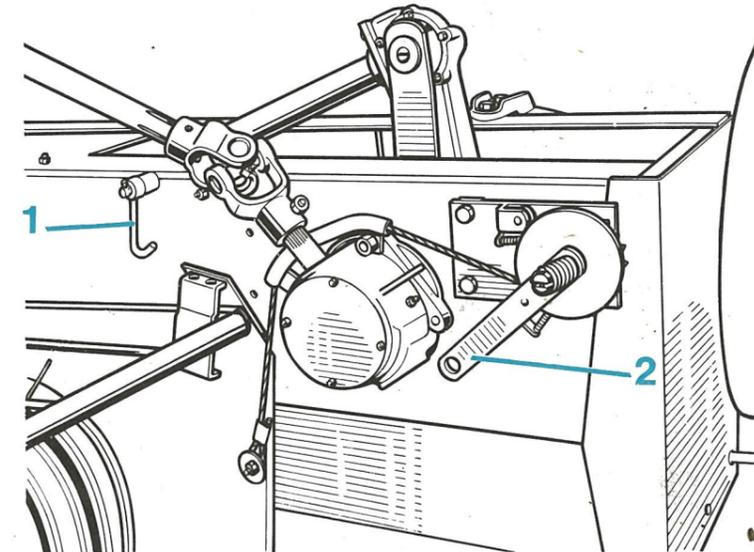

FIG. 9
Un crochet de sécurité (1 fig. 9) permet de maintenir le châssis du ramasseur solidaire du bâti de la presse pendant les déplacements sur route. Il est donc indispensable de libérer ce crochet lorsque l'on désire actionner le relevage à cliquet (2) au moment du travail dans le champ.